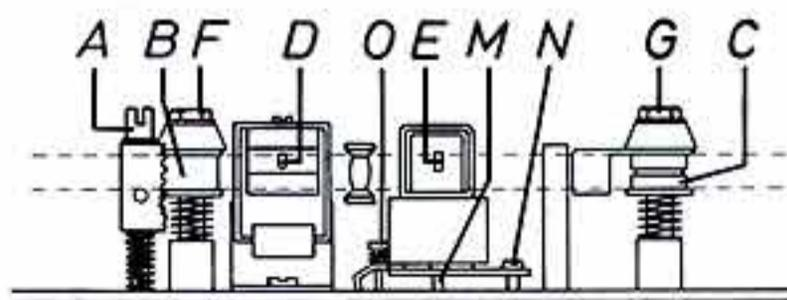
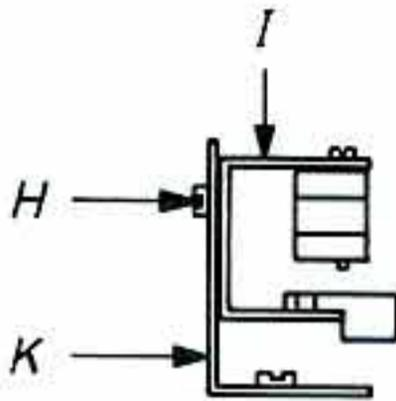

Abb. 11
Abb. 12
1.81 Bandführungen (siehe Abb. 11)
1.83 Tonkopf (siehe Abb. 11 und 13)
Zur Einstellung des Tonkopfes wird das UHER-Justierband verwendet. Der Kopfspalt (E) des Tonkopfes muß senkrecht zu den Kanten des Tonbandes stehen und 0,3 mm über die obere Bandkante herausragen (siehe Abb. 11). Wir empfehlen die nun folgende Reihenfolge der Justiermaßnahmen genau einzuhalten.
1.82 Löschkopf (siehe Abb. 11 und 12)
Der Kopfspalt (D) des Löschkopfes muß senkrecht zu den Kanten des Tonbandes stehen und 0,4 mm über die obere Bandkante herausragen (siehe Abb. 11). Die Höheneinstellung des Löschkopfes erfolgt nach Lockern der Schraube (H) durch Verschieben des Löschkopfhaltbügels (I) im Schlitz des Löschkopfverstellwinkels (K). Schraube (H) anschließend mit Lack sichern (siehe Abb. 12).
3. Tonkopf durch Drehen der Madenschrauben (L) und (M) auf die erforderliche Höhe einstellen. Dabei ist ein Neigen des Tonkopfes nach vorne oder hinten durch gleichmäßiges Drehen beider Schrauben zu vermeiden.
4. Gerät auf Wiedergabe schalten. Durch Drehen der Schraube (N) maximale Ausgangsspannung des Justiertones einstellen. Es ist darauf zu achten, daß während des Justiervorganges die unter der Schraube (O) befindliche Druckfeder vorgespannt ist.